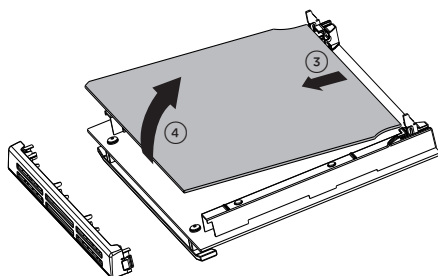

Fig. 8.14
- Soulever et retirer délicatement le panneau intérieur en verre en le dégageant des dispositifs de retenue inférieurs. Ne pas trop incliner le panneau car cela pourrait endommager la vitre (fig. 8.14).